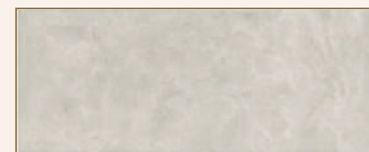

РИС. 2/
- Монсанту серый светлый глянцевый 15x40, артикул 15147 (см. рис. 2)